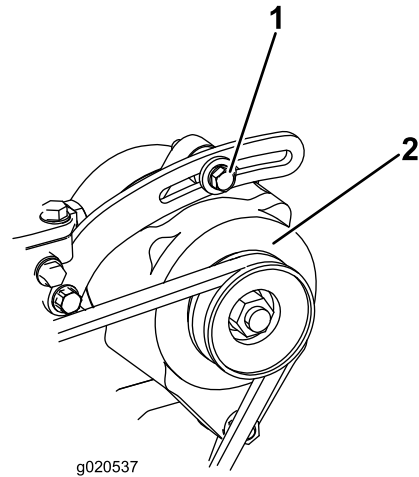

図 141
1. たわみが 10 mm でない場合には、オルタネータ取り付けボルトをゆるめる 図 141。